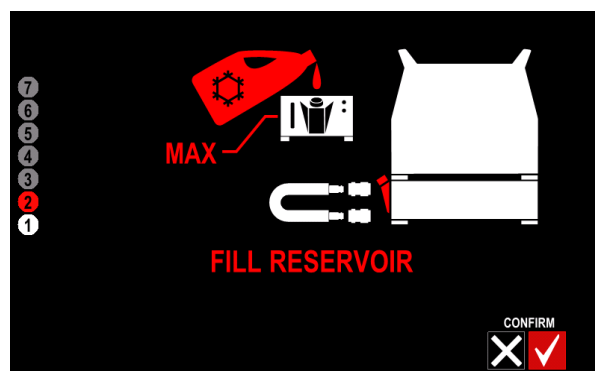

Рисунок 15
- Залейте жидкость в резервуар до максимального уровня - 4,5 литра - (Рис. 15 или 23).